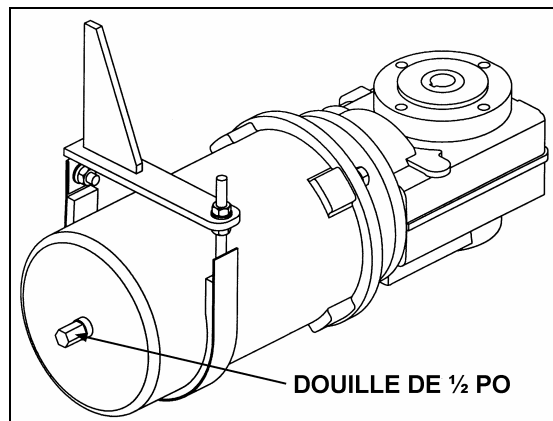

FIGURE 8
- Si la rallonge coulissante n'est pas alignée avec l'extérieur du véhicule, déplacer la rallonge avec l'aide d'une douille de 1/2 po installée sur la prise extérieure de l'arbre à l'arrière du moteur de la rallonge (voir la figure 8).